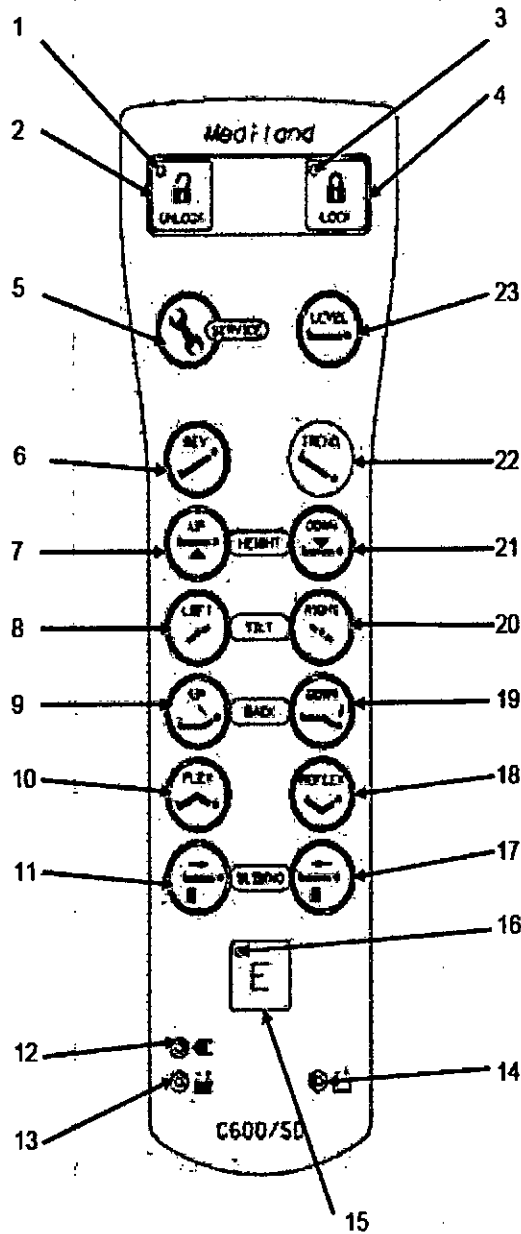

Figura 7
**p) Operación del Control manual (Serie C600) (Remítase a la Figura 7)**